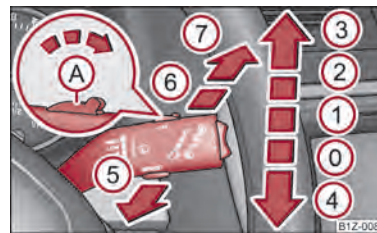

Fig. 37 Maneta de acționare a ștergătoarelor de parbriz
Maneta de acționare a ștergătoarelor ⇒ fig. 37 are următoarele poziții:
- Când ștergătoarele funcționează încet (2) sau rapid (3) ⇒ fig. 37 și viteza de deplasare se reduce sub 4 km/h, se va comuta automat pe o treaptă imediat inferioară. La creșterea vitezei peste 8 km/h se va relua ștergerea existentă anterior.
Când maneta ștergătoarelor de parbriz se află în poziția (2) ⇒ fig. 37, respectiv (3), la o viteză mai mare de 5 km/h, se va produce o ștergere a lunetei, la fiecare 30 secunde, respectiv 10 secunde.
Pentru spălarea farurilor, după fiecare prima și a cincea spălare a parbrizului se vor spăla și farurile; pentru aceasta farurile trebuie să fie aprinse și maneta de acționare a ștergătoarelor de parbriz trebuie să fie menținută cca. 1 secundă în poziția (5) ⇒ fig. 37.
- Apăsăți apoi în interval de 20 secunde maneta ștergătoarelor în poziția (4) ⇒ fig. 37 - brațele ștergătoarelor adoptă poziția de service.